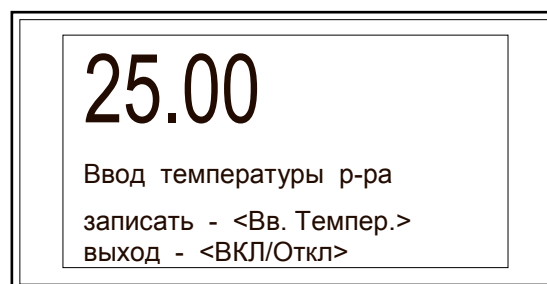

Рисунок 26
- установить требуемое значение температуры раствора, используя кнопки «◀», «▶» (рисунок 26).